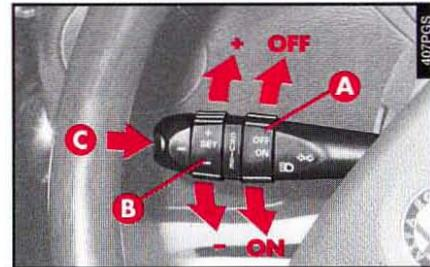

fig. 77
COMMANDES (fig. 77)
En cas de fonctionnement défectueux du dispositif ou de non-fonctionnement, déplacer l'interrupteur (A-fig. 77) sur la position OFF et s'adresser à un Service Agréé Alfa Romeo après avoir vérifié le bon état des fusibles de protection.
L'interrupteur (A-fig. 77) peut rester constamment sur la position ON sans endommager le dispositif. Il est recommandé, toutefois, de désactiver le dispositif lorsqu'il n'est pas utilisé, en déplaçant l'interrupteur (A) sur la position OFF pour éviter des mémorisations accidentelles de vitesse.